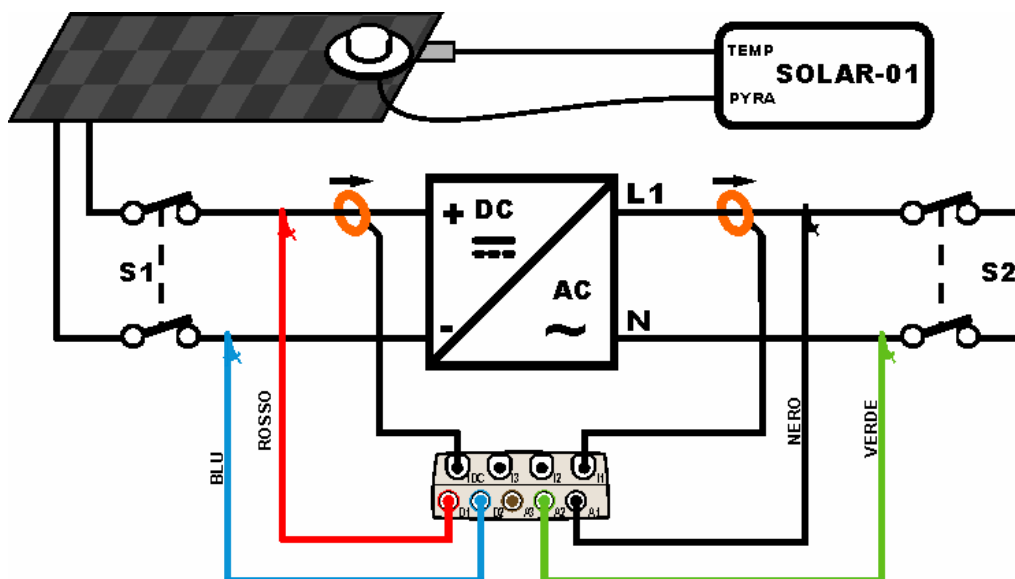

Fig. 199: Collegamento dello strumento in un sistema Fotovoltaico Monofase
2. Collegare gli ingressi **D1** e **D2** rispettivamente ai poli positivo e negativo di uscita della stringa. Collegare gli ingressi A1, A2 ai conduttori di Fase e Neutro rispettando i colori come mostrato in Fig. 199.
4. Collegare la pinza di corrente DC sul conduttore positivo in uscita dalla stringa **rispettando il verso della freccia** presente sulla pinza stessa come indicato in Fig. 199. Collegare l'uscita della pinza all'ingresso **IDC** dello strumento.
5. Collegare la pinza AC sul conduttore di Fase L1 **rispettando il verso della freccia** presente sulla pinza stessa come indicato in Fig. 199. Collegare l'uscita della pinza all'ingresso **I1** dello strumento.